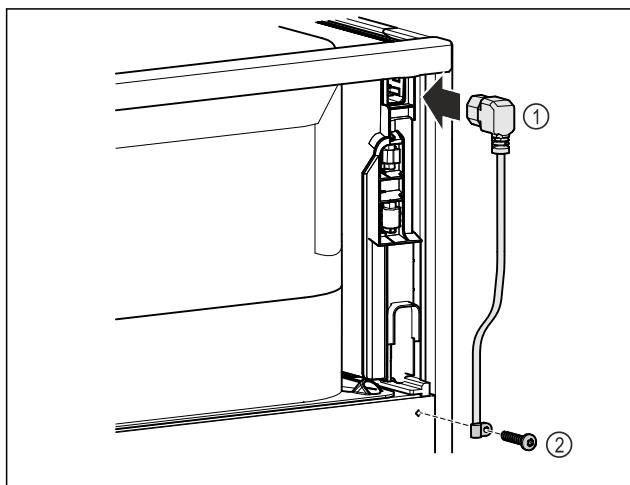

Fig. 13
- Включете буксата за свързване на уреди с ниска мощност на захранващия кабел Fig. 13 (1) от задната страна на уреда.
- Монтирайте кабелната муфа. Fig. 13 (2)